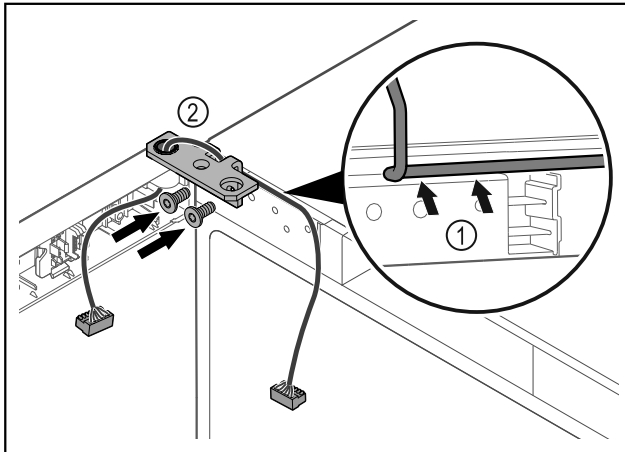

Fig. 44
- ▶ Guíe el cable a través del hueco del soporte de la bisagra y colóquelo con cuidado Fig. 44 (1).
- ▶ Atornille el soporte de la bisagra Fig. 44 (2).